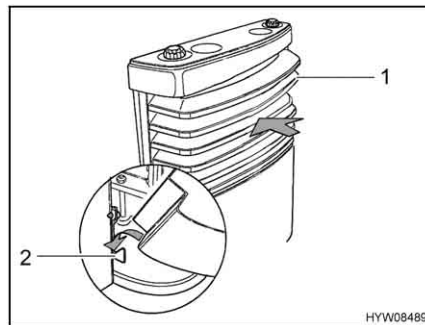

Fig. 139 Copertura del riscaldamento, supporti inferiori
- Montare la copertura del riscaldamento. A tale scopo, collocare la copertura (Fig. 139,1) sui supporti inferiori (Fig. 139,2).